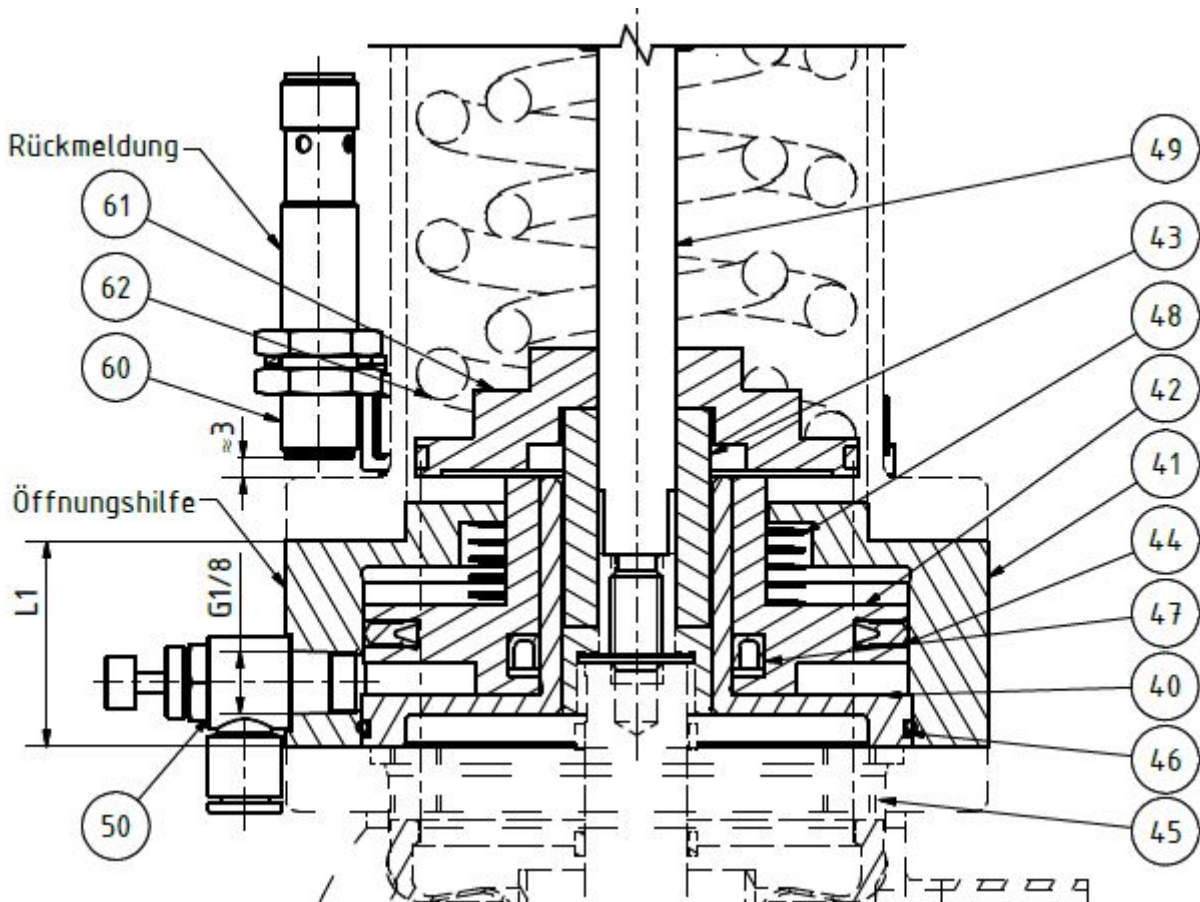

Abb. 7-3 Aufbau Öffnungshilfe und Rückmeldung DN25 - 100
- Druckluftversorgung mit Schlauch 6x4 an das Drosselrückschlagventill (Abb.7-3, Pos.50) anschließen.
- Die Schaltgeschwindigkeit der Öffnungshilfe ist am Drosselrückschlagventil (Abb.7-3, Pos.50) auf 1 -2 s einstellen!
- Zum Nachjustieren des Sensors den Abstand laut Abb.7-3 auf ungefähr 3mm einstellen!
- Entfernen Sie die Federhaube (Pos. 16), indem Sie die 4 Schrauben M8x20 (Pos.23) kreuzweise lösen. Gegebenfalls ist die Rückmeldung (Abb.7-3) zu entfernen!
- Entfernen Sie die Federhaube (Pos. 16), indem Sie die Schrauben (Pos.23) kreuzweise lösen. Gegebenfalls ist die Rückmeldung (Abb.7-3) zu lösen!
Für die Demontage der Öffnungshilfe (Abb.7-3) wird kein Werkzeug benötigt!
- Siehe Abb.7-3! Kontrollieren Sie die Dichtungen auf Beschädigungen, Risse oder Verschleiß